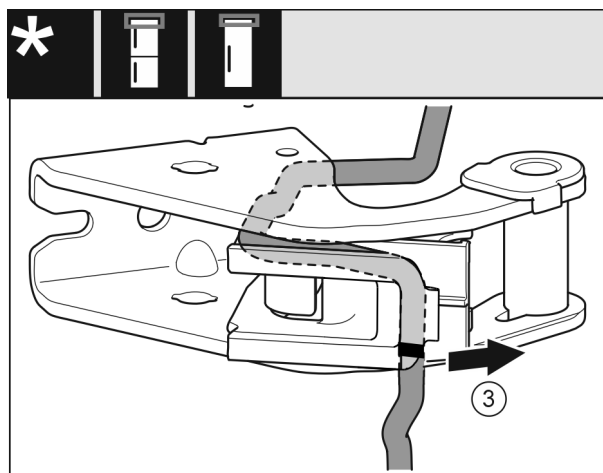

Fig. 27
- ▶ Kabel skupaj z držalom kabla odstranite z ležajnega podstavka. Fig. 27 (3)